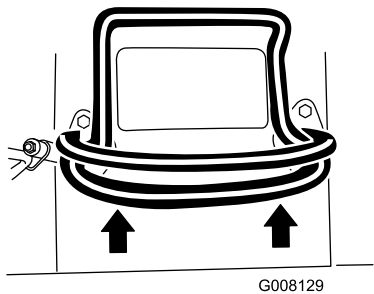

Bild 7
- Bewegen Sie den Fahrtriebshebel nach vorne, um vorwärts zu fahren (Bild 7).